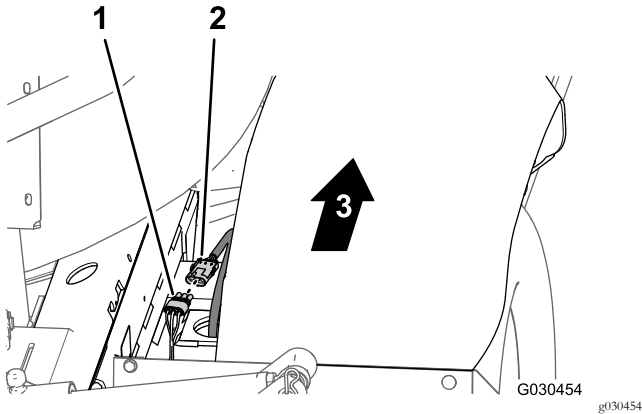

Bild 21
1. Trennen Sie hinten an der Maschine (zwischen dem rechten Rahmenrohr und dem rechten Kotflügel) den 3-Stift-Stecker des Geschwindigkeitssensorkabelbaums am rechten Hydraulikantriebsmotor vom 3-Buchsen-Stecker des hinteren Hauptkabelbaums ab (Bild 21).